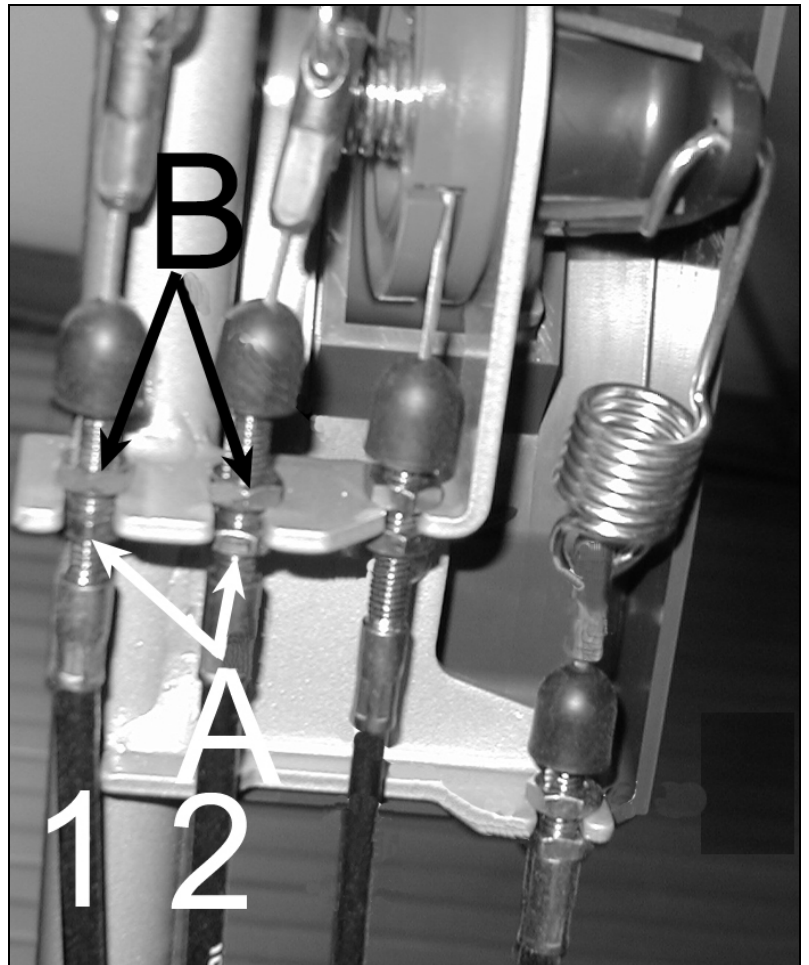

Figura 17
Regolazione frizione / freno lama (figura 17):
- **Cavo n° 2:** Svitare il controdado «A» (figura 17). Avvitare il dado regolazione «B» per aumentare l'efficienza del freno lama. Dopo eseguita la regolazione, avvitare nuovamente il controdado «A».